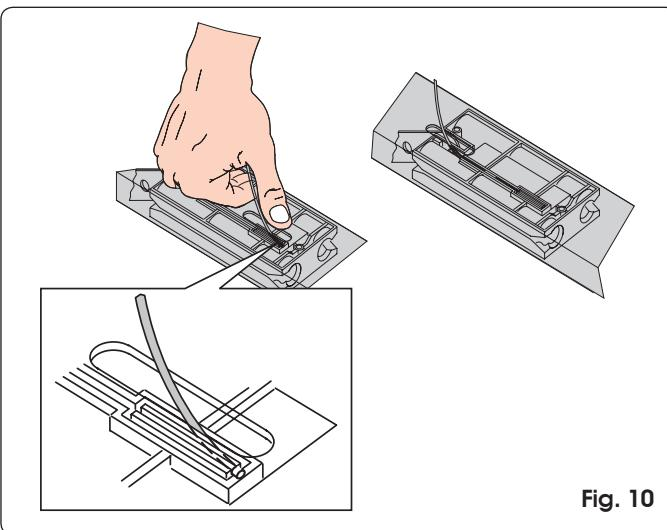

Fig. 10
- Introduire la cosse du fil dans son logement de couleur rouge (Fig. 10).